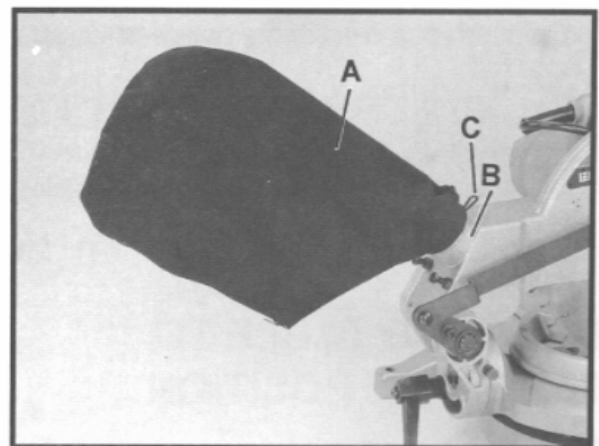

Fig. 8
Den Staub sack (A) Fig. 8 auf den Flansch (B) stülpen. Darauf Achten, dass der Klemmring © richtig einrastet.